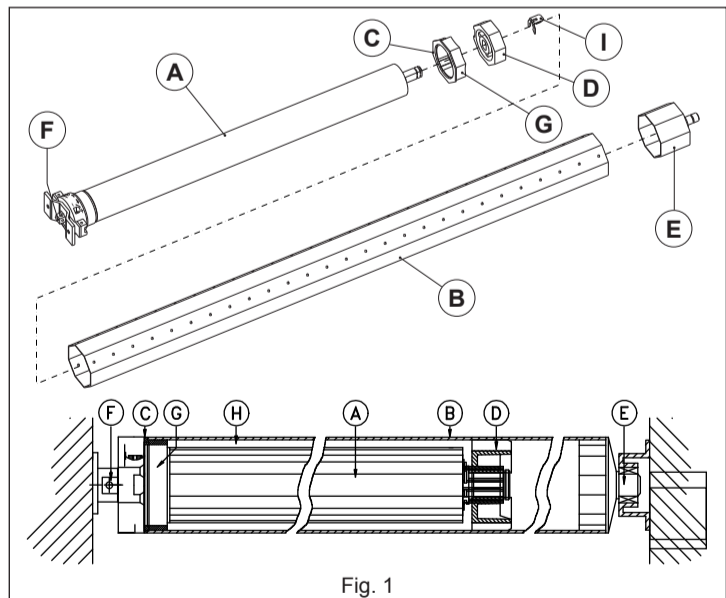
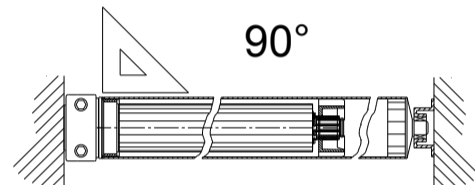

Fig. 1
Fig. 5
- non battere mai sul perno quadro (F fig. 1) del motore per introdurlo nel tubo;
- montare la puleggia (D fig. 1) con relativa staffetta appoggio perno (I fig. 1);
- inserire il motoriduttore (A fig. 1) nel tubo (B fig. 1) fino a che l'estremità dello stesso appoggi sulla battuta (C fig. 1) dell'anello (G fig. 1);
Qualora venisse impiegato un tubo di spessore inferiore a 1 mm se ne consiglia il fissaggio con due viti alla puleggia motrice (D fig. 1) onde evitare eventuali slittamenti della stessa e spostamenti assiali del motore nel tubo.
- fissare la tapparella sul tubo di avvolgimento (B fig. 1);
**Attenzione:** usare viti di lunghezza tale da non andare ad interferire sulla parte fissa (A fig. 1) del motoriduttore;
l'estremità (E fig. 1) sarà fissata ad una normale staffa previo montaggio di una calotta. Il perno quadro del motoriduttore (F fig. 1) dovrà essere fissato ad uno dei supporti forniti a richiesta o ad altre soluzioni più confacenti allo specifico impiego curando in particolar modo l'ortogonalità del motore rispetto al suo piano di fissaggio (vedi fig. 5).
Come in ogni tipo di installazione, occorre porre particolare attenzione all'ortogonalità del motore rispetto al suo piano di fissaggio, parte statica, Fig. 5.